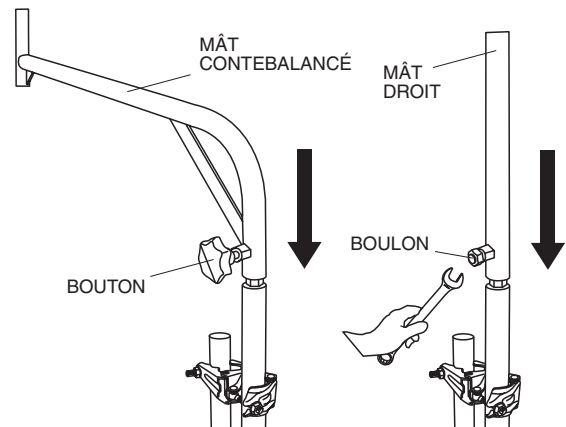

Figure 30. Fixation du mât d'extension
5. Mettre le mât contrebalancé (ou un mât droit en option, le cas échéant) en-dessus du mât droit. Bien serrer le bouton ou le boulon. Voir Figure 30.